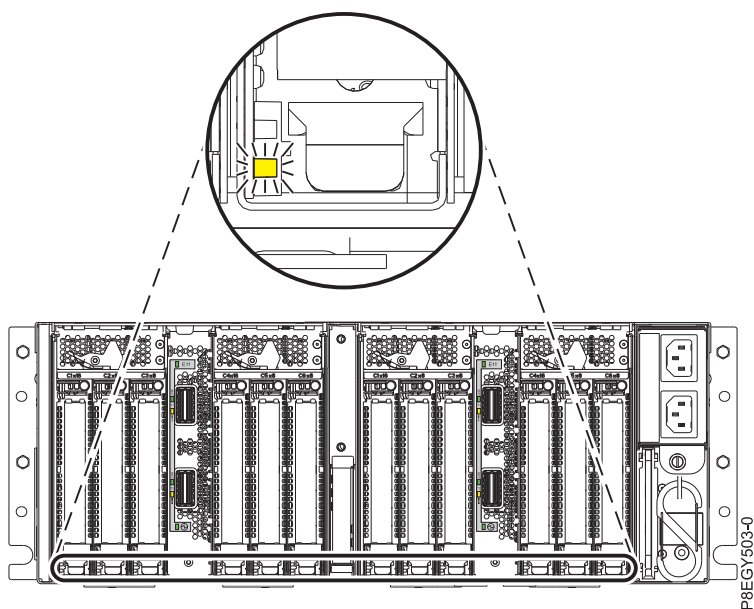

図 33. PCIe3 拡張ドロー内オレンジ色の PCIe アダプター 障害 LED または識別 LED (下部の LED) の位置
7. PCIe アダプター・スロットを識別するために有効にしたオレンジ色の明滅する障害 LED (下部の LED) を確認します。 図 33 を参照。